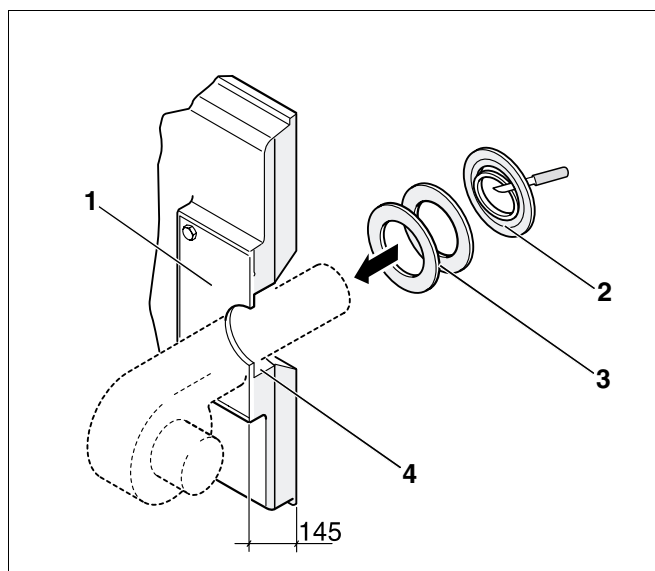

Рис. 66 Монтаж горелки (размер в мм)
- В стальной пластине под горелку (рис. 66, **поз. 1**) на месте монтажа просверлить или вырезать автогеном отверстие в соответствии с требуемым диаметром трубы горелки ($\varnothing$ макс. 270 мм). Просверлить отверстия для крепления горелки в соответствии с расположением отверстий на присоединительном фланце горелки.
- Вырезать изолирующие кольца в соответствии с диаметром трубы горелки (рис. 66, **поз. 2**).
- Уложить в щель между теплоизоляцией дверцы горелки и трубой горелки (рис. 66, **поз. 4**) соответствующие изолирующие кольца (рис. 66, **поз. 3**).